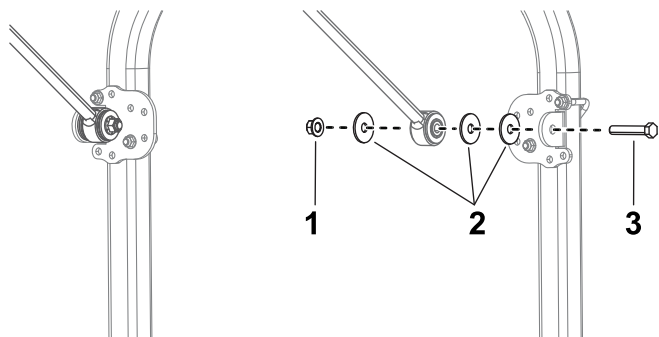

図 13
13. 車両の左右それぞれで、各ブレースに、ブレースブラケットを仮止めするボルト  $\frac{1}{2}$  x  $2\frac{3}{4}$ "、大きいワッシャ3枚、フランジナット  $\frac{1}{2}$ "を使用し、図 13 のように取り付ける。